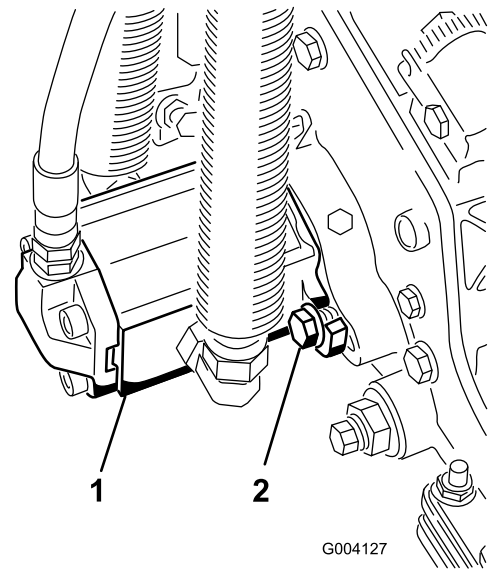

Figura 32
3. Para instalar el motor, gírelo en sentido horario para que las bridas del motor no choquen con los pernos (Figura 32).